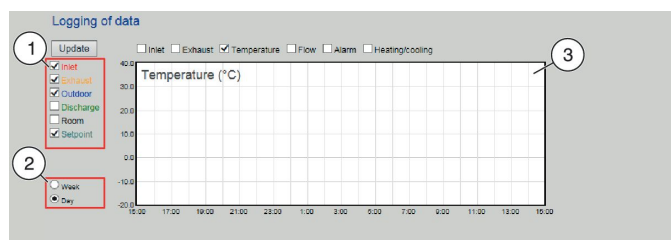

Рис. 41: Выбор измеренных значений
3. ▶ Нажмите 'Неделя' или 'День', в зависимости от периода, который вас интересует (Рис. 41/2).
4. ▶ Выберите тот параметр, по которому необходимо просмотреть измеренные значения (Рис. 41/1).
5. ▶ Нажмите на график (Рис. 41/3) для увеличения картинки.